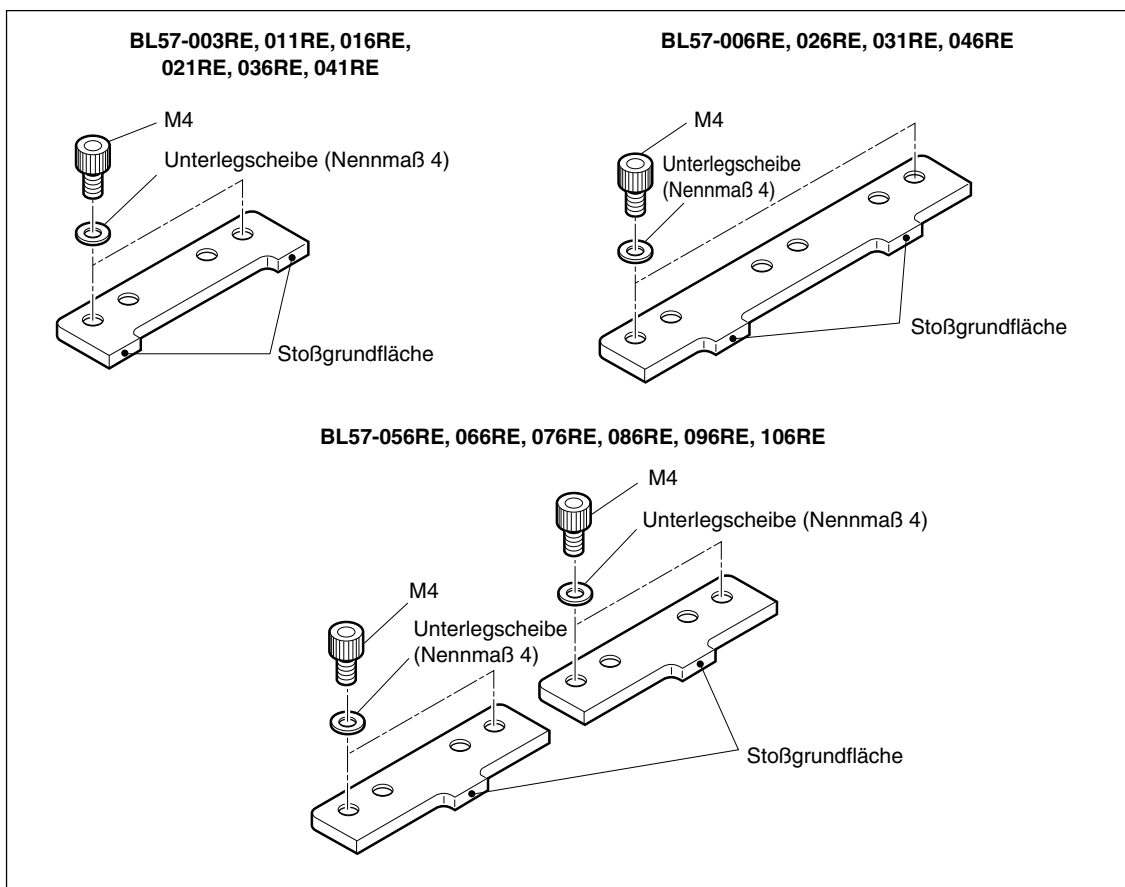

Abb. 3-6
- 4** Schieben Sie den Maßstab zwischen Maßstabsklammer und Montagefläche ein, während Sie seine Bezugsfläche (siehe Abb. 3-6) leicht gegen die Stoßgrundfläche drücken (Hinweis). Ziehen Sie die in der Abbildung mit A und B gekennzeichneten Schrauben der Maßstabsklammer schrittweise und abwechselnd an. (Verwenden Sie nur die linke Maßstabsklammer für Klammern mit zwei Schrauben, und die mittlere Maßstabsklammer für Klammern mit drei Schrauben.) (Endanzugsmoment: $1,4 \text{ N} \cdot \text{m}$)